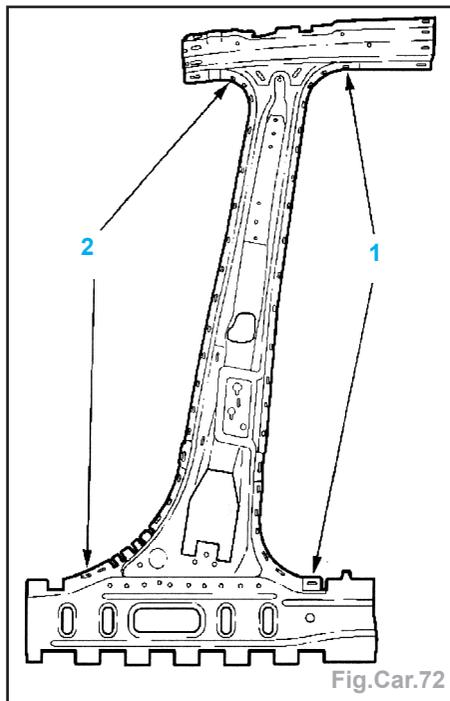

Fig.Car.72
- Préparer le montant B intérieur (pièce neuve) (Fig.Car.72) :
- soit 22 trous oblongs (1) et 20 trous oblongs (2).